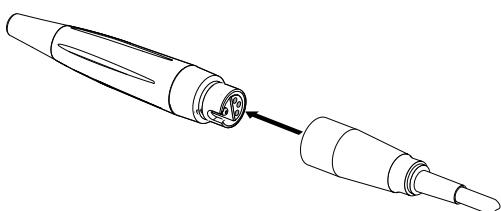

Fig. 4 Conexión de la pieza de mano
5. Conecte la pieza de mano con el cable de conexión, verificando que los contactos estén alineados entre si (Fig. 4).